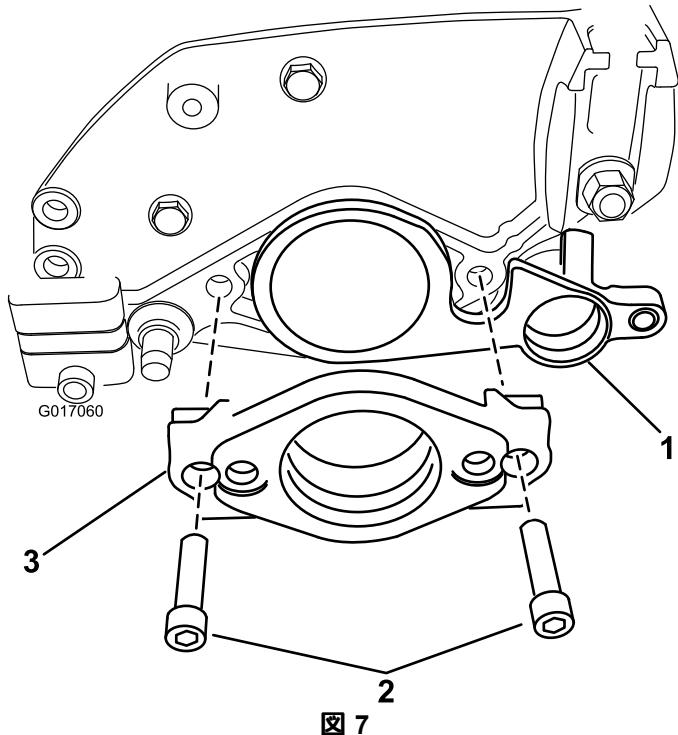

図 7
17. グルーマシャフトの反対側端部を右側サイドプレートのベアリングサポートに挿入する図7。
18. サイドプレートにモータ用マウントを挿入する。モータ用マウントとサイドプレートをカッティングユニットの右側に固定する先ほど取り外したソケットヘッドボルト2本とナットを使用する図 7。